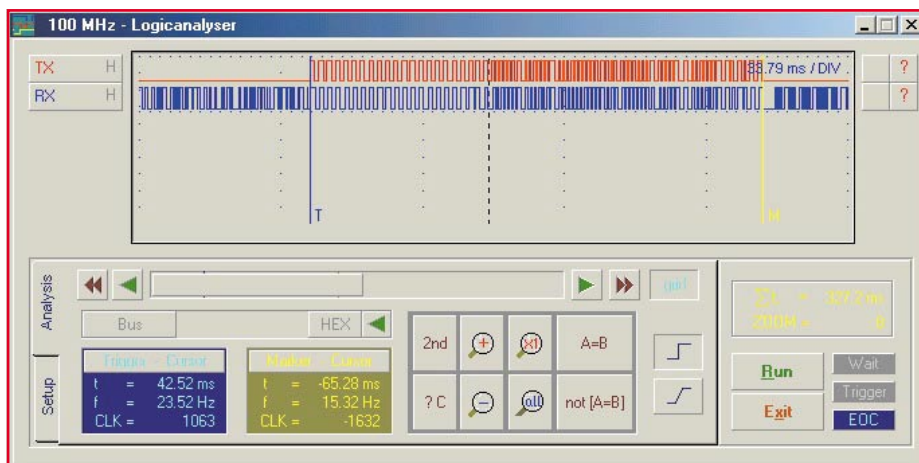

Bild 4: Analysefunktion der Aufnahme durch Klicken auf „Analysis“
- Nach Auftreten des Triggersignals, d. h. der Sender wird angesteuert, startet die Aufnahme. Die Aufnahme stoppt automatisch, wenn der interne Speicher des LA 100 (8 kB) voll ist. Durch Klicken auf „Analysis“ gelangt man zu den Analysefunktionen, siehe Abbildung 4. Der Kanal TX zeigt das Sendesignal. Der Kanal RX zeigt das Empfängersignal, deutlich zu erkennen ist das Empfängerrauschen vor dem Datenempfang durch den eingestellten Pre-Trigger. Der Triggerzeitpunkt ist durch eine vertikale Linie mit einem „T“ gekennzeichnet.